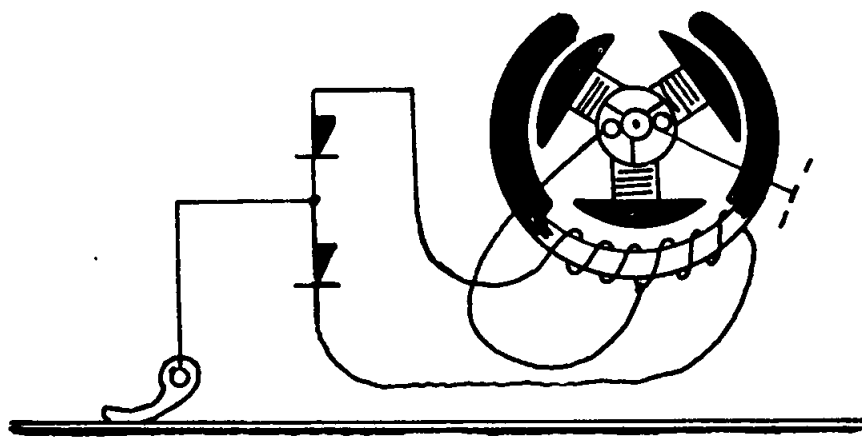

Fig. 9.
2. Ved at fjerne perfektomskifteren og på dens plads anbringe en ensretterventil, som vist på fig. 9. Det er her ikke nødvendigt at omvikle hverken feltmagneten eller anker.